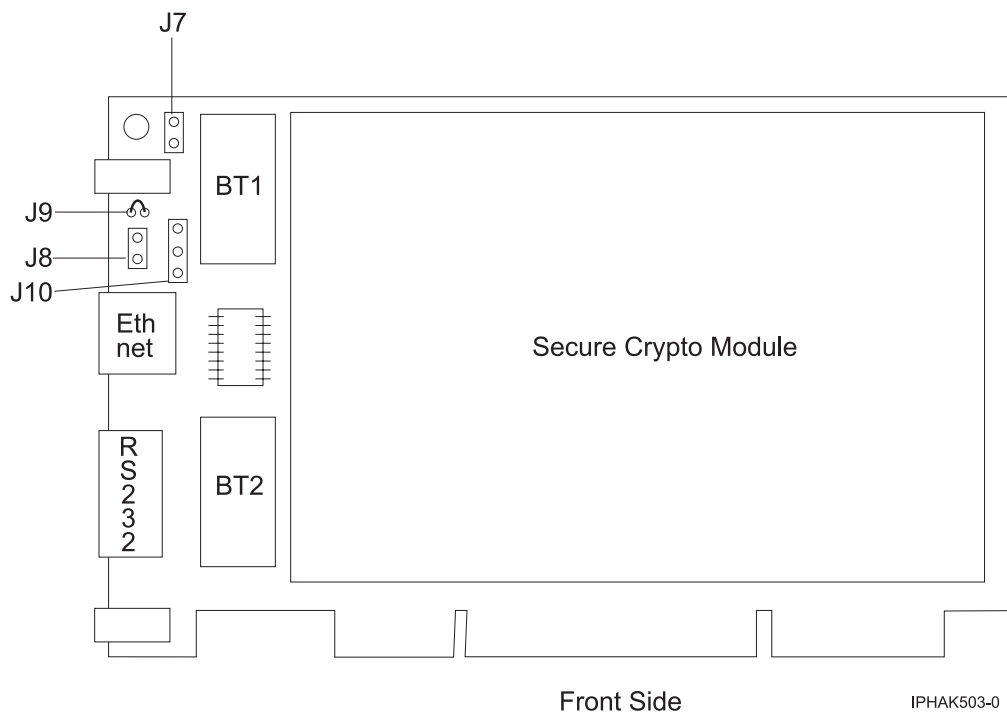

Figura 51. Lado frontal do adaptador
6. Insira uma das novas baterias na bandeja de bateria fornecida com o kit. Alinhe o + na bateria com o + na bandeja da bateria (a extremidade com o fio vermelho). Conecte os fios da bandeja ao conector J10 localizado próximo à porta serial RS-232, como mostrado em Figura 51 na página 168. O conector é polarizado para assegurar uma conexão correta.